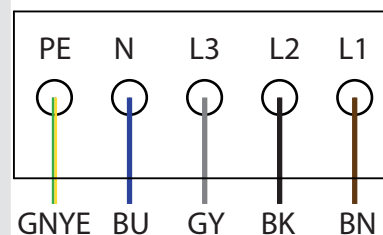

Figura 6: morsetti di collegamento CA
- 6. Collegare i conduttori corrispondentemente alle diciture presenti sui morsetti del circuito stampato. (Figura 6)